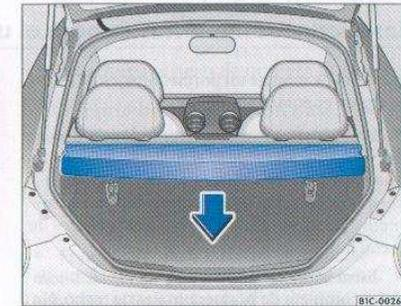

Fig. 55 Desmontaje y montaje del tapamaaletero
- Saque el tapamaaletero de sus fijaciones tirando de él hacia atrás ⇒ fig. 55 -flecha-.